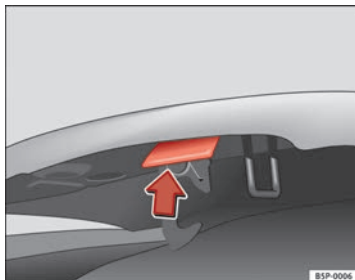

Abb. 168 Öffnungsgriff unterhalb der Motorraumklappe
- Den Hebel unterhalb der Motorraumklappe nach oben ⇒ Abb. 168 drücken. Dabei wird der Fanghaken entriegelt.